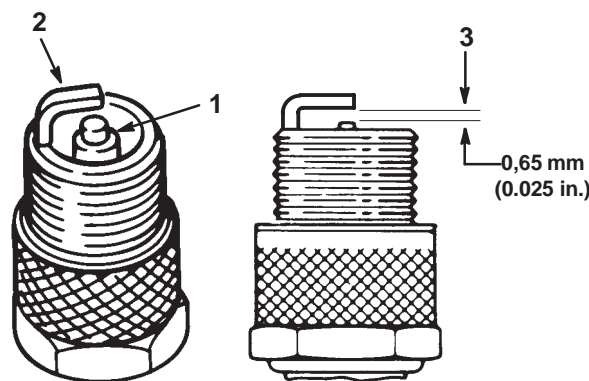

Abbildung 21
1. Die Mitte der Zündkerze ansehen (Abb. 21). Wenn der Isolator hellbraun oder grau erscheint, funktioniert der Motor richtig. Wenn sich jedoch eine schwarze Schicht auf dem Isolator gebildet hat, ist der Luftfilter verschmutzt.
Den Abstand zwischen den mittleren und seitlichen Elektroden prüfen (Abb. 21). Die seitliche Elektrode verbiegen (Abb. 21) wenn der Abstand nicht stimmt.